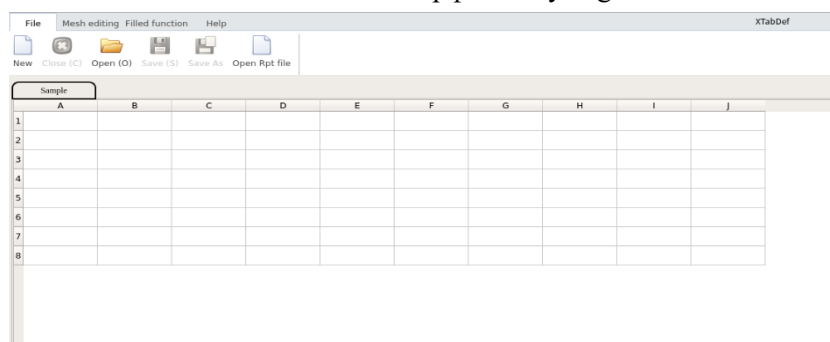

Рис. 5.2-4 Интерфейс XTabDef
- Приложение генерирования отчетов XTabDef предназначено для представления данных, его интерфейс показан на Рис. 5.2-4.